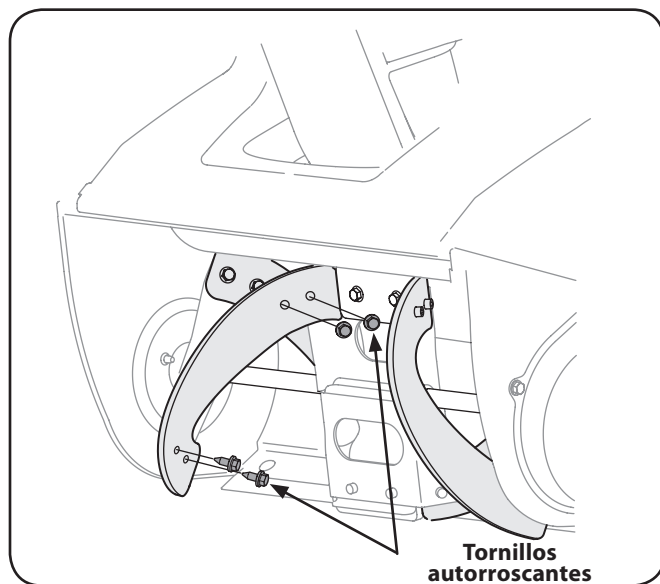

Figura 7-3
3. Retire el tapón de drenaje de aceite, Figura 7-3.